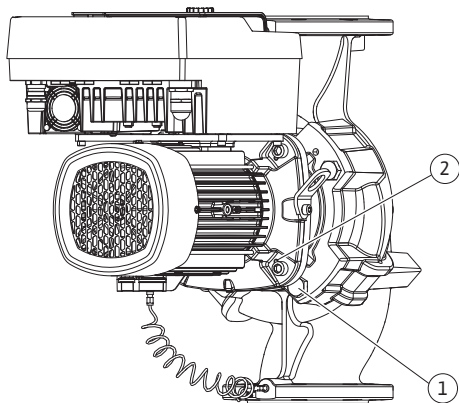

Fig. 104: Apăsarea ansamblului motor cu rotor hidraulic prin găurile filetate (DN 100 ... DN 125)
23. Scoateți ansamblul motor cu rotor hidraulic de pe carcasa pompei. Utilizați pentru aceasta cele două găuri filetate (a se vedea Fig. 104, poz. 1).
33. Folosiți cele două găuri filetate adiacente pentru a presa ansamblu motor cu rotor hidraulic din carcasa pompei (Fig. 104, Poz. 1) și folosiți șuruburi adecvate puse la dispoziție de client (de ex. M10 x 25 mm).